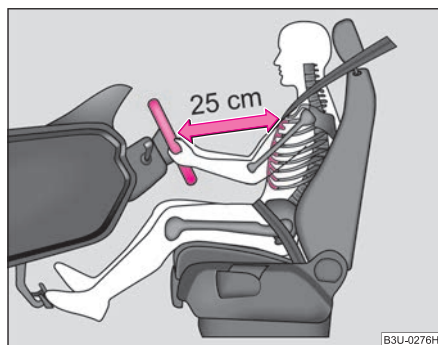

Fig. 136 La distancia correcta entre el conductor y el volante
- Ajuste el volante de tal modo, que la distancia entre el volante y el esternón sea, como mínimo, de 25 cm ⇒ **fig. 136**.
- El conductor se ha de mantener a una distancia mínima de 25 cm del volante ⇒ página 157, fig. 136. Si no respeta la distancia mínima, el sistema de airbag no podrá protegerle - ¡Peligro de muerte!